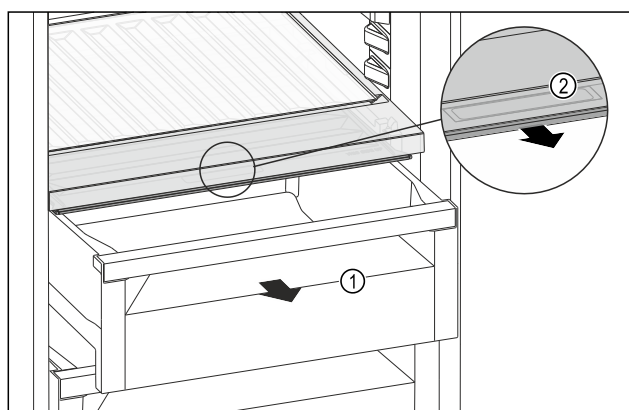

Fig. 170
- Wyciągnąć szufladę Fig. 170 (1).
- Chwycić uchwyt wpuszczany Fig. 170 (2) na pokrywie komory i pociągnąć pokrywę jednocześnie do przodu.